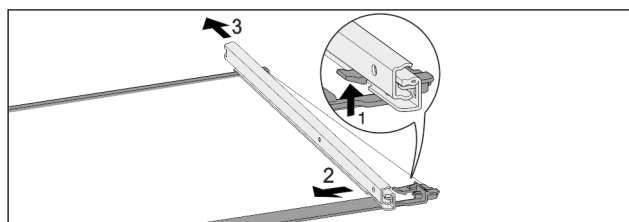

Fig. 122 Skleněná deska s kolejničkami
- Přední aretační háček zatlačte nahoru. Fig. 122 (1)
- Výsuvnou kolejničku vysuňte stranou Fig. 122 (2) a dozadu Fig. 122 (3).